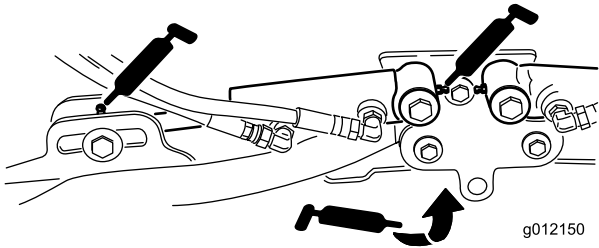

图45
- 滚刀组提升臂枢轴（每个滚刀组 2 个）（图45）
- 提升臂枢轴（每个滚刀组 1 个）（图45）